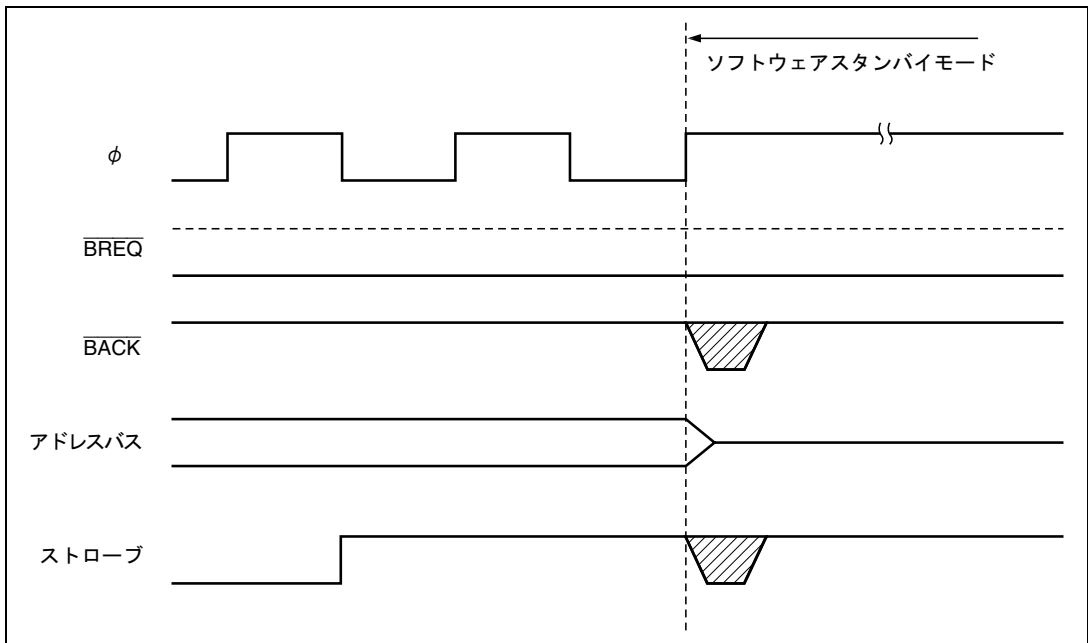

図 6.36 バス解放状態とソフトウェアスタンバイモード
- (3) バスサイクルがウェイトステートの挿入により長く続く場合も、外部バス権解放状態と同様に、最初の要求が保持されます。
- (4) ソフトウェアスタンバイモードへ遷移するとき、外部バスマスタからのバス権要求が競合すると、ソフトウェアスタンバイモードへの遷移時にBACKとストローブの状態が不確定になる場合があります(図6.36参照)。